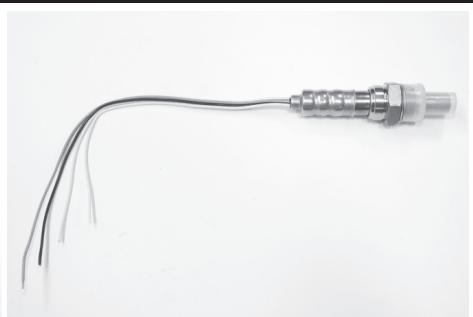

Figure 3 / Figura 3
- C. Strip  $\frac{1}{4}$  in. (6.35mm) off the end of each wires in preparation for crimping them together (Figure 3).
- C. Dénudez  $\frac{1}{4}$  po (6,35 mm) à l'extrémité de chaque câble pour les préparer au raccordement (Figure 3). **Les schémas de raccordement nécessaires se trouvent dans les pages suivantes.**